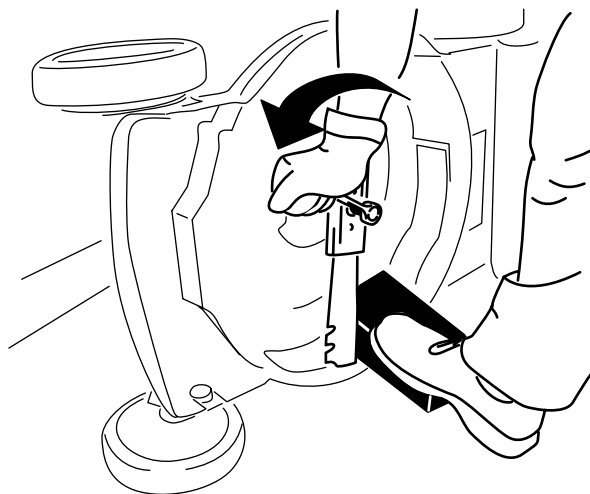

図 29
3. 角材などを使ってブレードをしっかり保持する 図 29。
4. ブレードを取り外す。外したボルト類はすべて保管する 図 29。